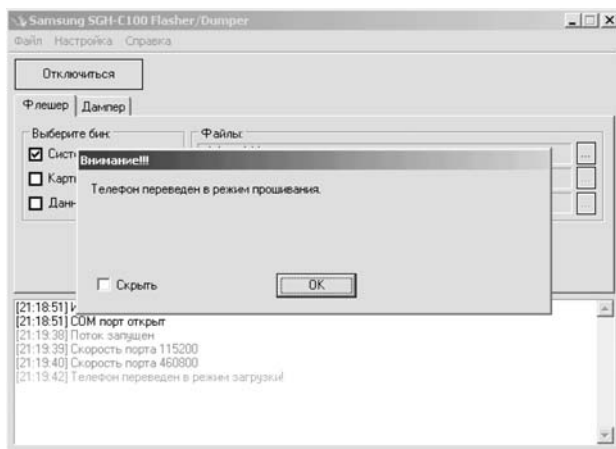

Рис. 1.76. Подключение к телефону прошло успешно
4. Если C100Flasher не смогла загрузиться в телефон автоматически, то на телефоне нажимают и удерживают кнопку включения до момента появления на экране компьютера всплывающего сообщения приведенного на рис. 1.76, при этом светодиод телефона загорится оранжевым цветом и на экран аппарата будет выведено изображение, приведенное на рис. 1.77.